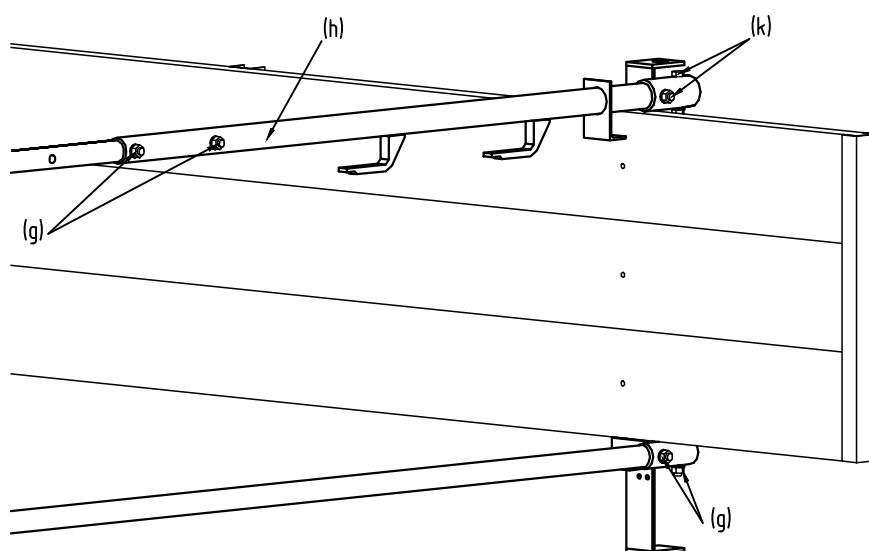

Fig. 6
- 6 Fixer les montants de la protection latérale (h) sur les tubes supérieurs et les tubes inférieurs à la plateforme à l'aide à chaque fois de 2 vis M16x80 (g). Fixer les montants de la protection latérale (h) sur la plateforme à l'aide à chaque fois de 2 vis M16x100 (k) (voir fig. 6).